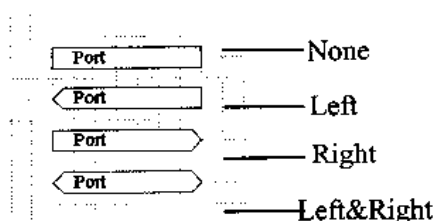

图 4-44 端口类型及其显示
- **Style:** 端口的显示类型。共有 None、Left、Right 和 Left&Right 等 4 种端口类型可供选择, 每种端口类型的显示如图 4-44 所示。